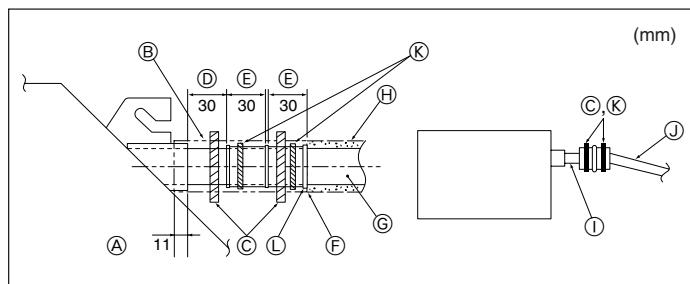

Fig. 3-5
- ⑨ TUBO IN PVC (diam. est. ø32)
- ⑩ Deve essere il più grande possibile
- ⑪ Sezione interna
- ⑫ Utilizzare tubi di grandi dimensioni in presenza di tubazioni raggruppate.
- ⑬ Inclinazione (almeno 1/100)
- ⑭ TUBO IN PVC (diam. est. ø38) per tubazioni raggruppate. (materiale isolante di almeno 9 mm)
- ⑮ Fino a 500 mm
1. Collegare il manicotto di drenaggio (fornito con l'unità) all'apertura di drenaggio. (Fig. 3-5)